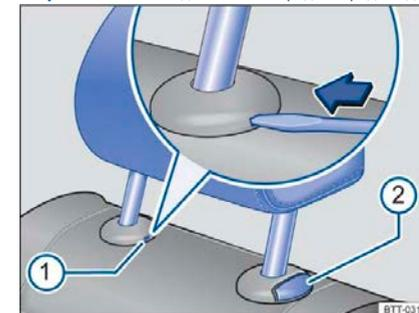

Рисунок 60 Снятие подголовника заднего ряда сидений
- Вставьте биту открытого автомобильного ключа или биту отвертки в канавку чехла → рис. 60 ①.
- Одновременно нажмите кнопку → рис. 60 ② и ваш помощник может полностью выдвинуть подголовник.
- Нажмите и удерживайте кнопку → рис. 60 ② и опустите подголовник.